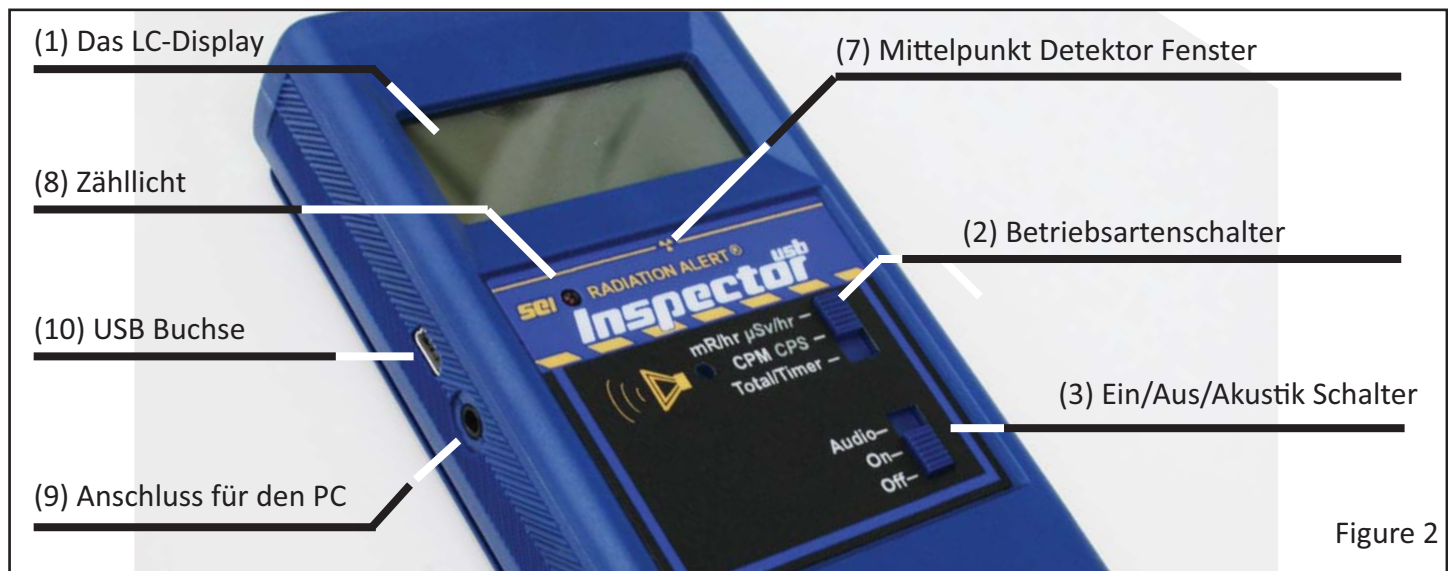

Figure 2
Das LC-Display Figure 2 (1)
Betriebsartenschalter *Figure 2(2)*
Ein/Aus/Akustik Schalter *Figure 2 (3)*
Ausgang Figure 2 (9)
USB-Buchse Figure 2 (10)